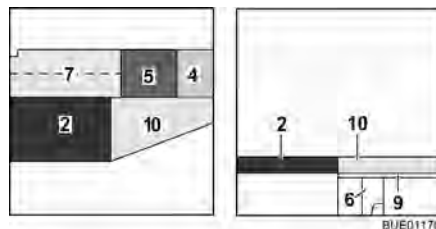

Bild 120 Efter ombyggnaden
- Lägg sittdynan (Bild 120,5) i mitten.
- Lägg ryggdynan (Bild 120,4) mellan sittdynan och väggen.
- Lägg den extra dynan (Bild 120,10) på sängbreddningen.